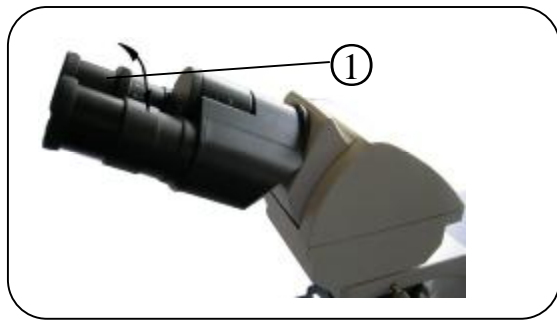

Fig. 12.
6. Ajuste de dioptrías (Fig. 12)